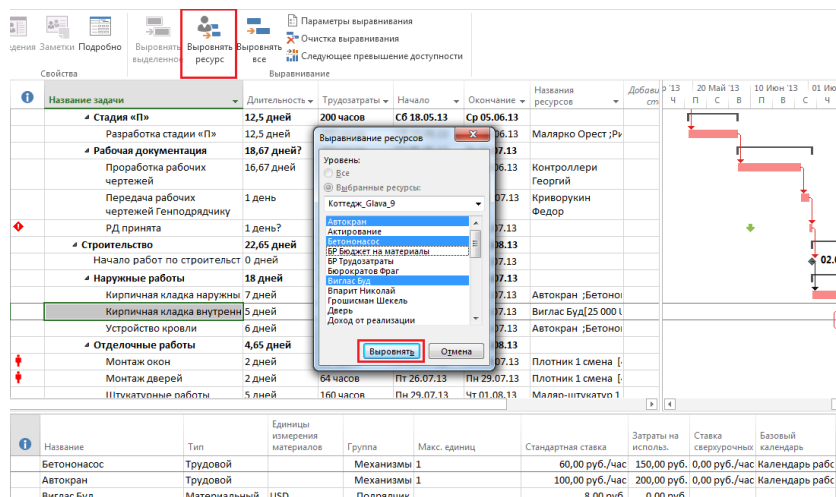

Рисунок 9.13 – Выравнивание по конкретным ресурсам
2) Производим выравнивание по механизмам «Автокран» и «Бетононасос», Рисунок 9.13.